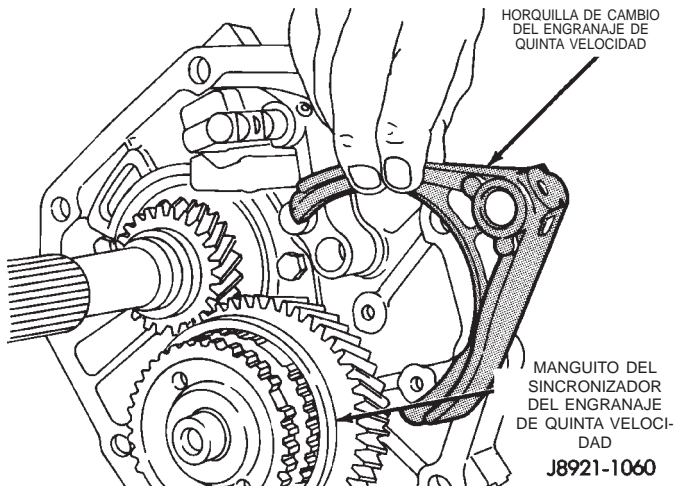

Fig. 54 Desmontaje de la horquilla de cambio del engranaje de quinta velocidad
(6) Retire la horquilla de cambio del engranaje de quinta velocidad del manguito del sincronizador (Fig. 54).